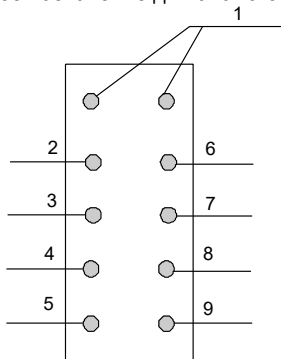

Рисунок 2. Светодиоды на передней панели терминала
2.1.8.2 Светодиоды на передней панели терминала для каждой канальной платы имеют разное назначение для аналогового и цифрового вариантов (см. рисунок 2).